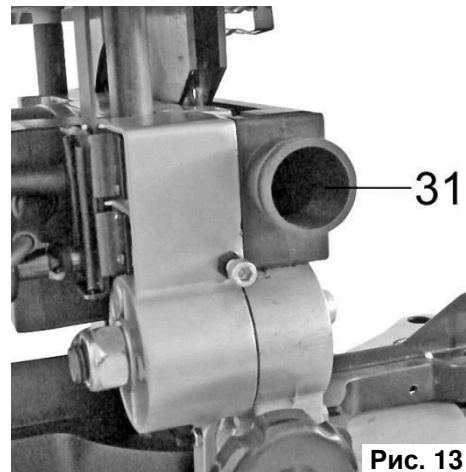

Рис. 13
- Подсоедините шланг пылесоса к переходному патрубку в выходном канале пылеудаления (31) (См. Рис.13).